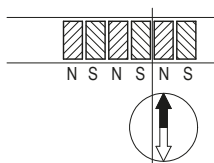

Abb. 10: Ermittlung der Polarität. Trennung des Magnetbandes.
- Wenn erforderlich mit Kompassnadel kontrollieren, wo sich die Pole am Magnetband befinden (Abb. 10).